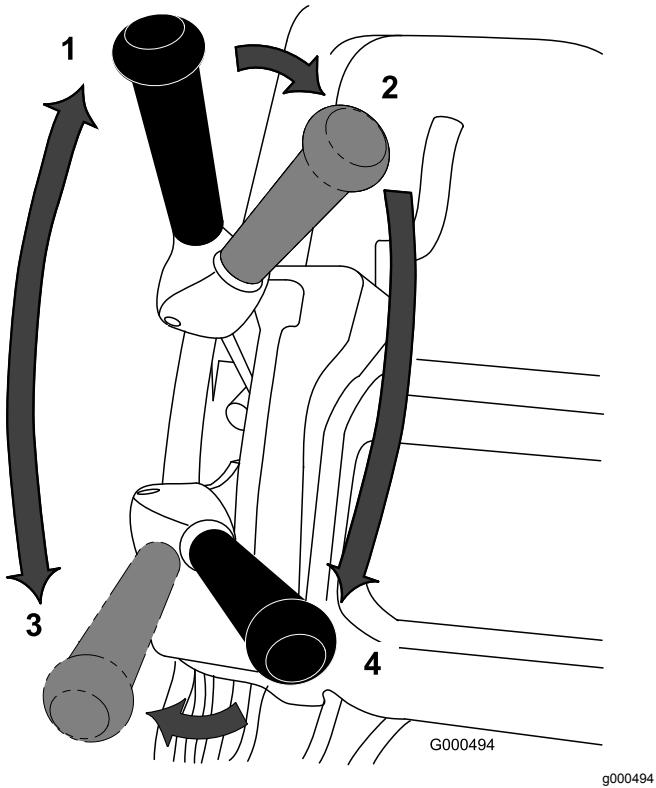

Bild 30
1. Lassen Sie den Motor an, stellen den Gasbedienungshebel auf verringerte Geschwindigkeit, drücken den Holm nach unten, um die Schneideeinheit anzuheben, aktivieren die elektronische Sicherheit, schieben den Fahrantriebshebel in die Stellung „EINGEKUPPELT“ und transportieren Sie die Maschine an eine Ecke der Rasenfläche (Bild 30).
2. Bringen Sie den Fahrantriebshebel in die Stellung „Ausgekuppelt“ und kuppeln Sie den Spindelantriebshebel ein (Bild 30).
- Stellen Sie den Fahrantriebshebel in die Stellung EINGEKUPPELT und geben Gas, bis die Maschine die gewünschte Fahrgeschwindigkeit erreicht hat. Fahren Sie die Maschine auf die Grünfläche, senken die Vorderseite der Maschine ab und beginnen Sie mit dem Mähen (Bild 30).